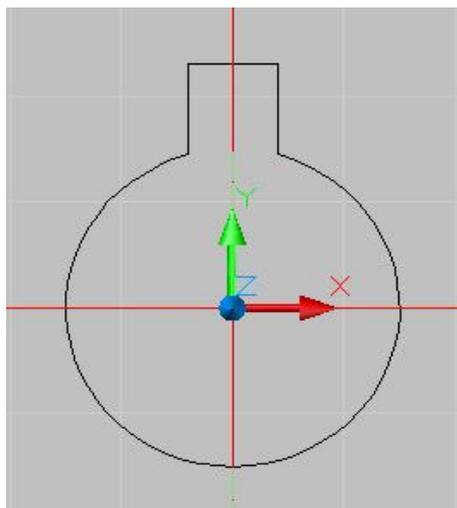

Рис. 4
7. Обрезаем лишние линии. Выбираем команду  и выделяем границы, затем нажимаем **enter** и выделяем ту линию, которую надо удалить (см. рис. 4).